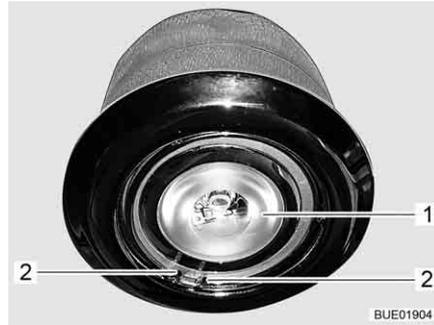

Fig. 240 Lampada a soffitto
- Avvicinare le estremità della staffa di bloccaggio (Fig. 240,2) spingendole l'una verso l'altra e rimuovere la staffa.
- Rimuovere il LED (Fig. 240,1).